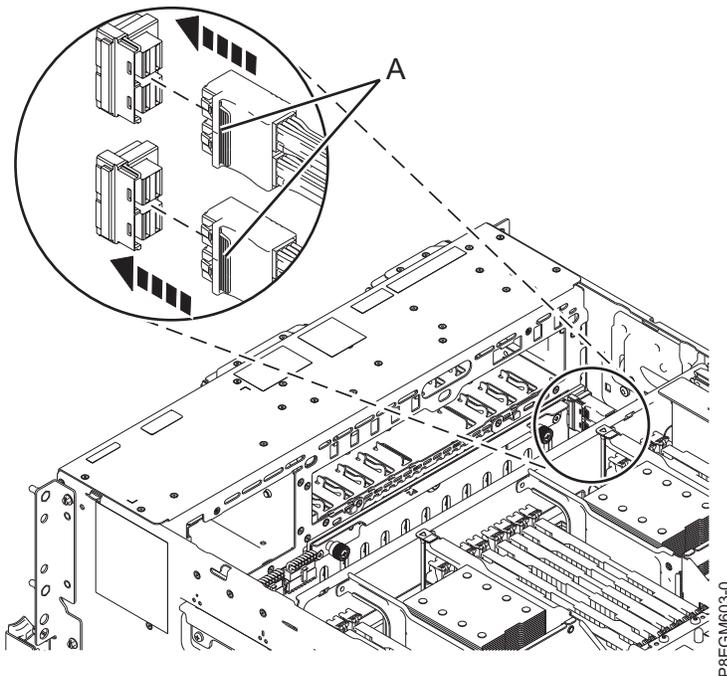

Abbildung 7. Vordere SAS-Kabel an der Rückwandplatine des Plattenlaufwerks anschließen
16. Schließen Sie die vorderen SAS-Kabel (**A**) an den Anschlüssen auf der Rückwandplatine des Plattenlaufwerks an, wie in Abb. 7 auf Seite 9 dargestellt. Drücken Sie den Anschluss nach unten, bis er einrastet.